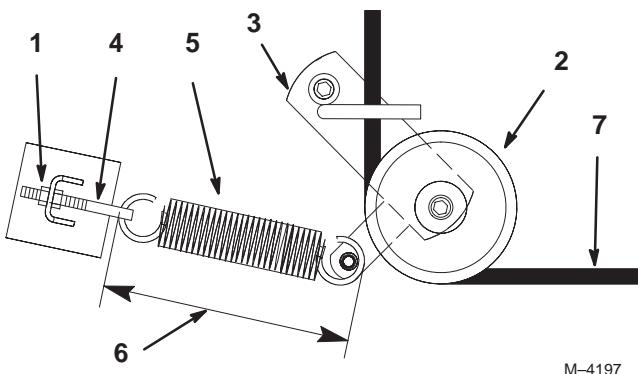

Figure 57
- Desserrez l'écrou extérieur sur le boulon à œil du ressort (Fig. 57).
- Déposez la poulie de tension rappelée par ressort (Fig. 57).
- Faites passer la courroie neuve dans le bras de tension (Fig. 57).
- Serrez l'écrou extérieur sur le boulon à œil du ressort (Fig. 57).
Remarque : Vérifiez la longueur du ressort. Il doit mesurer 238 ± 3 mm ($9\frac{3}{8} \pm \frac{1}{8}$ pouces) une fois en place. Procédez à un réglage si la longueur n'est pas correcte (Fig. 57).